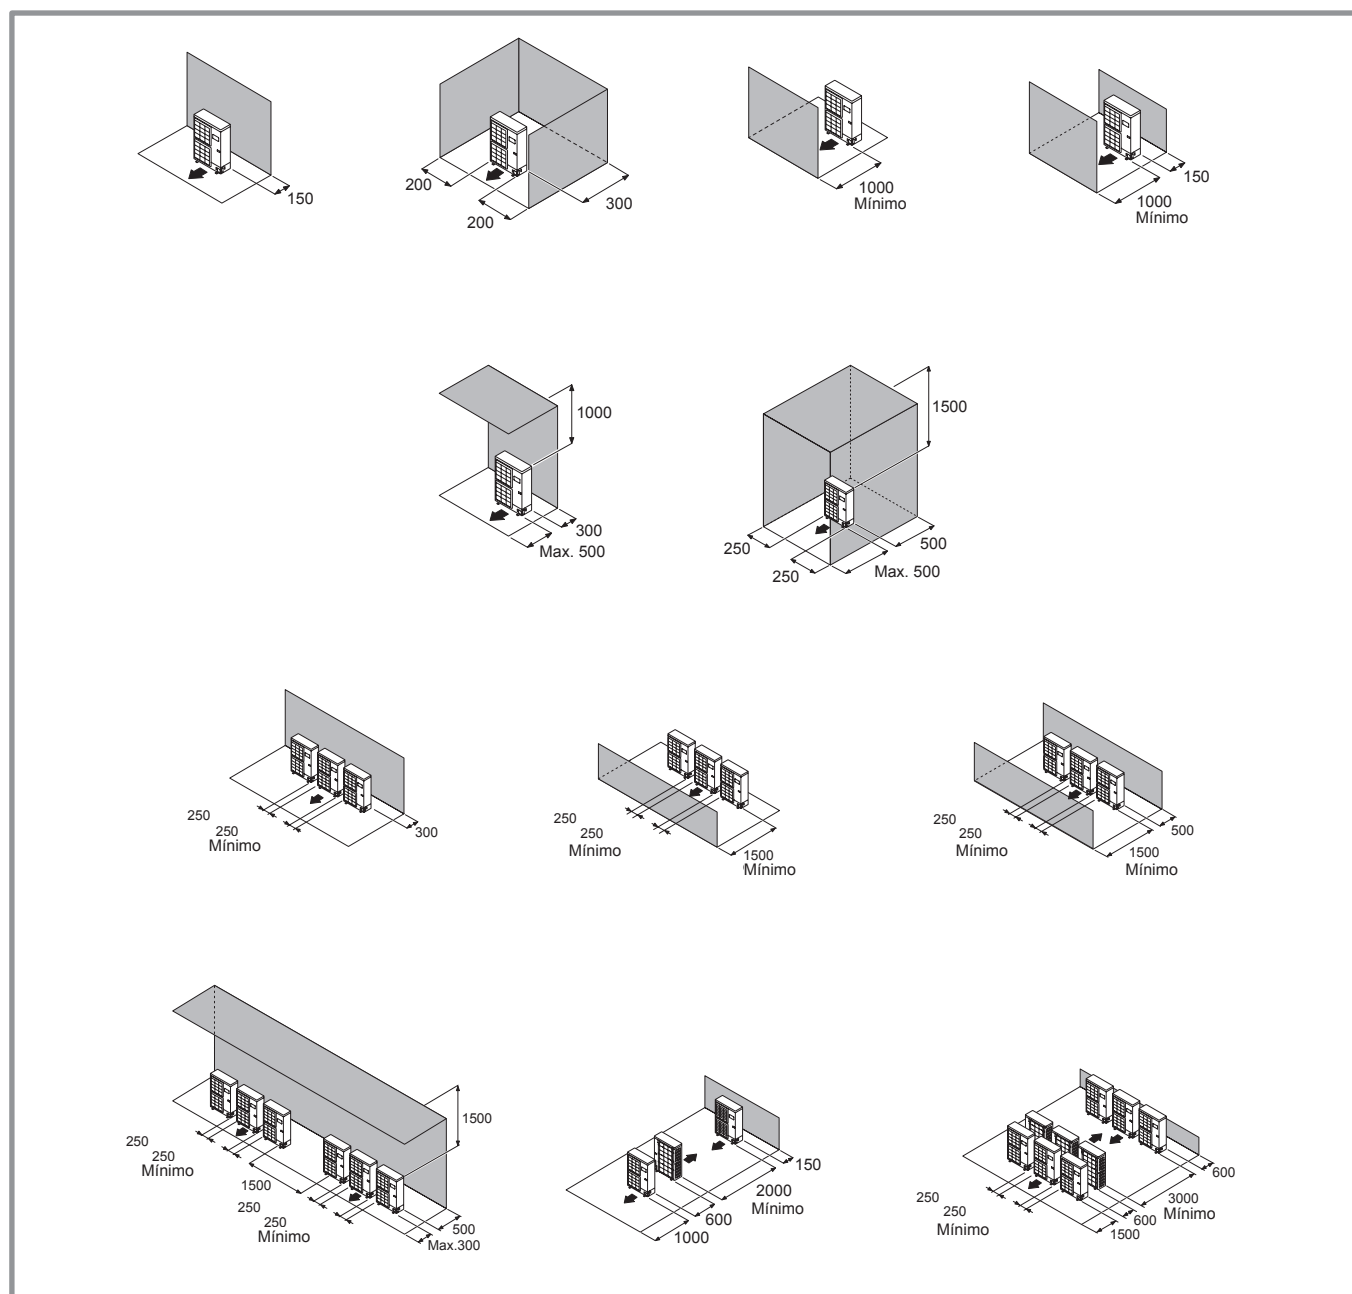

figura 12 - Desprendimentos mínimos de instalação à volta da unidade exterior
- ☞ **A unidade exterior deve exclusivamente ser instalada no exterior (fora). Se um abrigo é exigido, deve possuir largas aberturas nas 4 faces e respeitar os espaços livres da instalação (figura 12).**
- Nenhum obstáculo deve perturbar a circulação de ar através do evaporador e na saída do ventilador (figura 12).